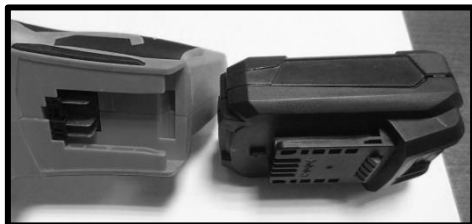

Рис.5
6.3. Установка аккумулятора (Рис.5, 5а,5b).
Рис.5а